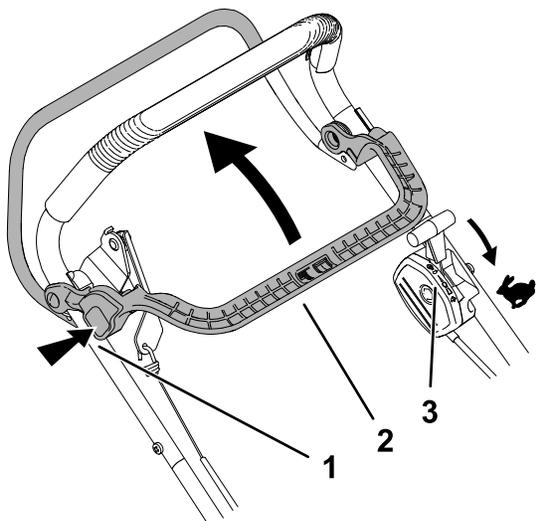

Bild 16
1. Stellen Sie sicher, dass der Gasbedienungshebel in der Stellung FAST ist (Bild 16).
2. Drücken Sie die Riegeltaste der Messerbremskupplung (BBC) und ziehen Sie die BBC-Steuerhebel nach hinten gegen den Holm (Bild 16).